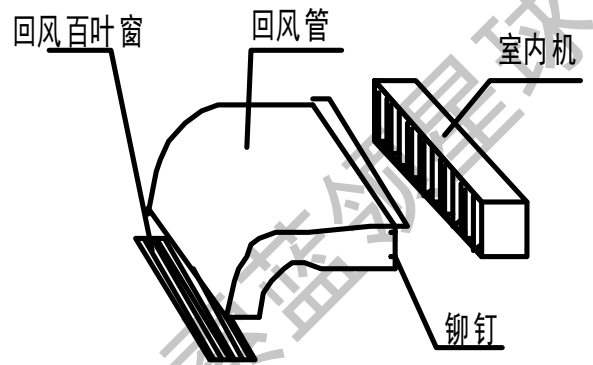

图2 回风管连接
- 用铆钉将回风管连接在室内机回风口上, 另一端与回风百叶相连。如图 2